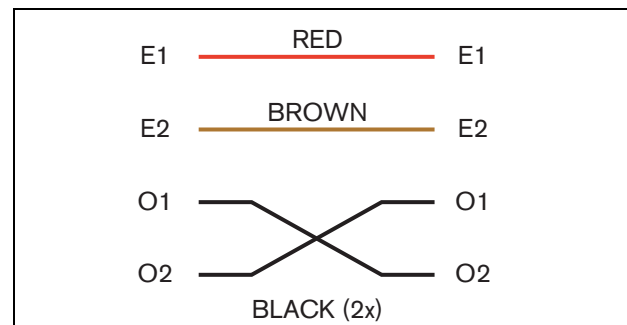
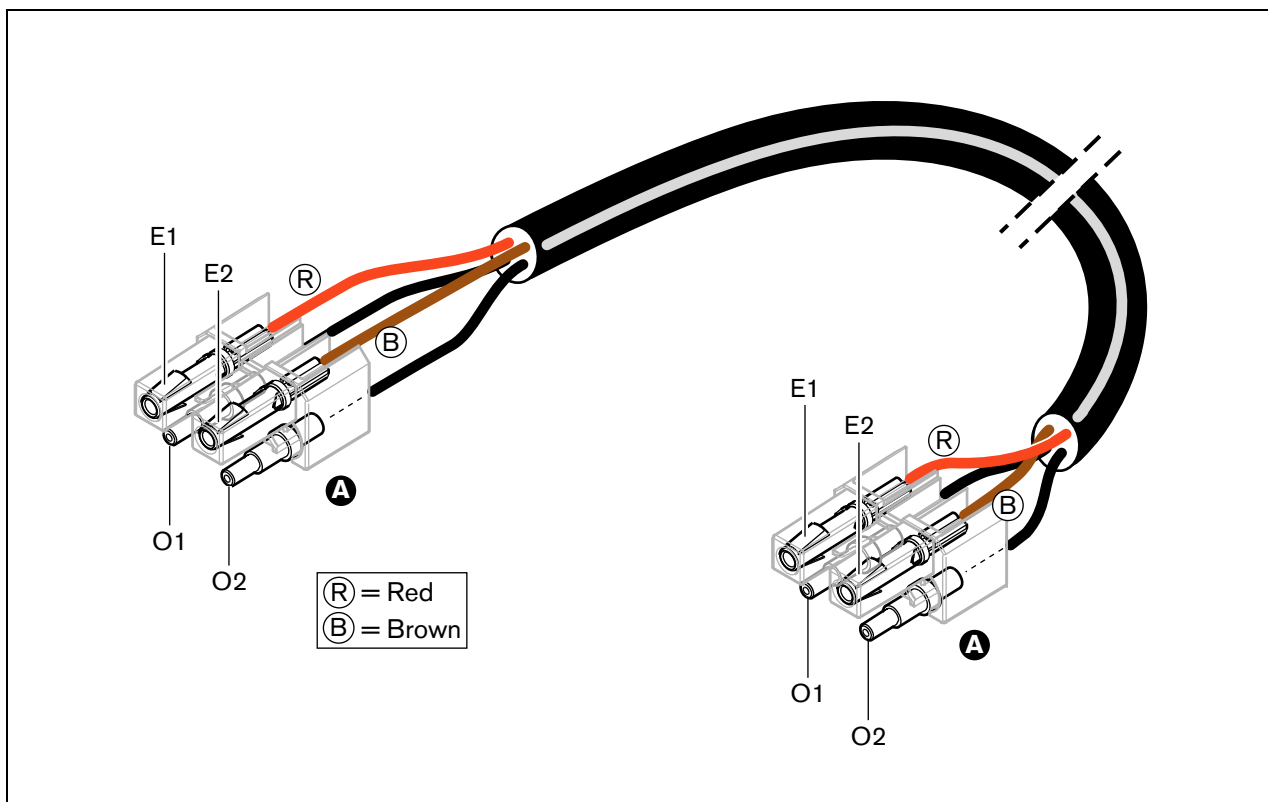
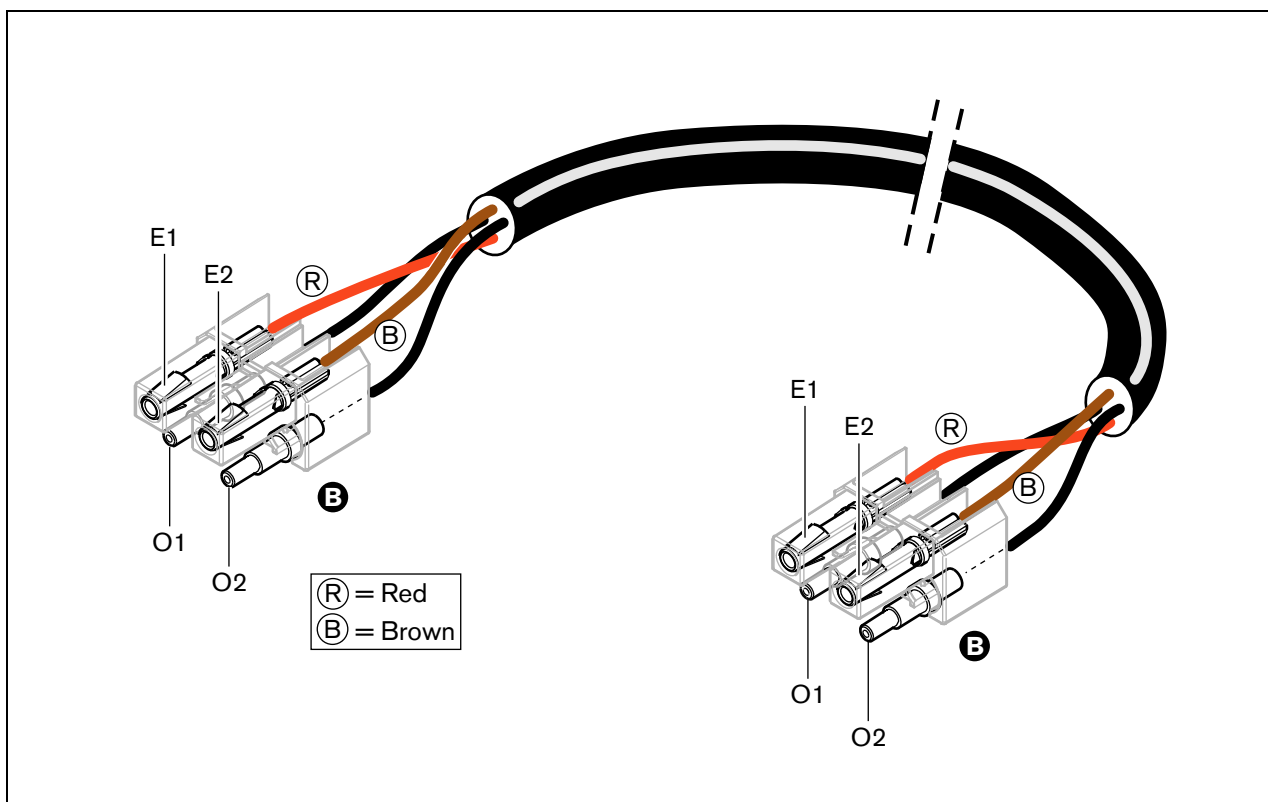
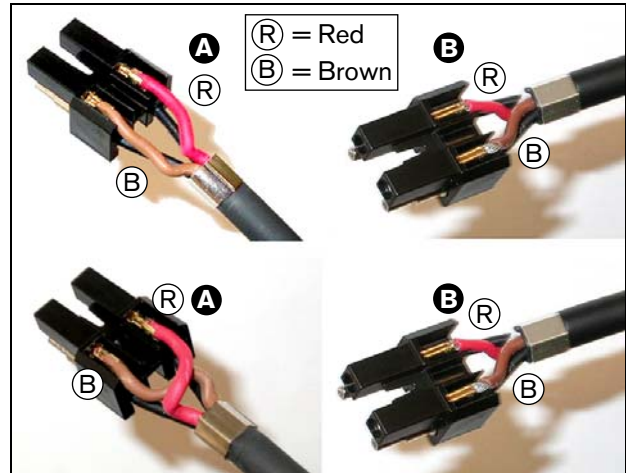

рисунок 30.27: Монтажная схема
рисунок 30.28: Монтажная схема, применимая к кабелям типа А для волоконно-оптической сети
рисунок 30.29: Монтажная схема, применимая к кабелям типа В для волоконно-оптической сети
рисунок 30.32: Монтажный блок и задняя часть корпуса
Также следуйте монтажной схеме (см. рисунок 30.27). Практические применения данной схемы см. на рисунок 30.28 и рисунок 30.29.
- 28 Вложите гнездовые контакты в монтажный блок (см. рисунок 30.32). В одном из разъемов, присоединенном к кабелю типа А, красный и коричневый медные провода должны пересекаться, чтобы соответствовать монтажной схеме (см. рисунок 30.27).